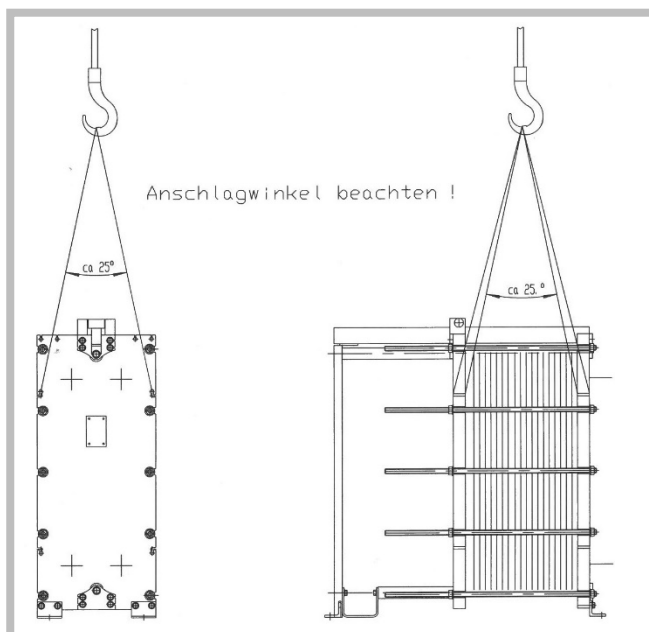

Abbildung 28
1. Befestigen Sie geeignetes Anschlagmittel an den vorgesehenen Einhängeösen der Gestellplatten (Abbildung 28). Kettengehänge dürfen nicht verwendet werden. Der PWÜ kann beschädigt werden und abrutschen.
3. Achten Sie auf den korrekten Anschlagwinkel von ca. 25° (Abbildung 28).